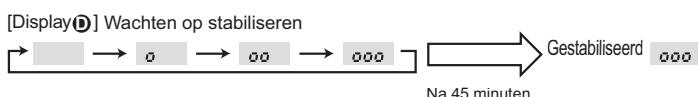

Fig. 8-3
- ③ Druk op **FILTER** om de instelling te bevestigen. (Fig. 8-3)